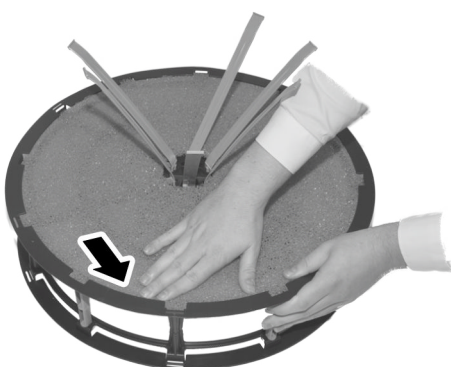

Abb. 25: Verdunstfilter auflegen und festklemmen
7. ➔ Neuen inneren Verdunstfilter über die Klemmleisten ziehen (Abb. 25).